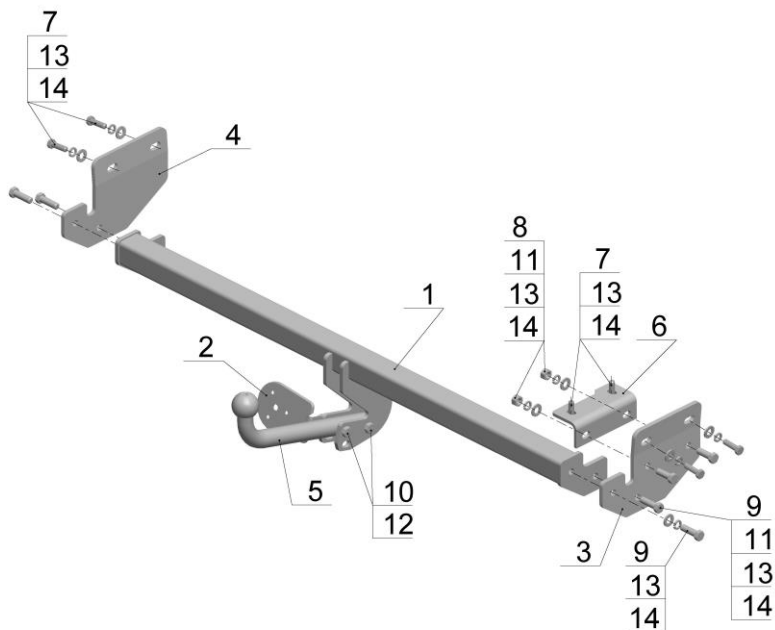

Рис.1.
- Установить ТСУ (рис.1) на автомобиль, используя крепежные элементы (поз.9,11,15,16), при необходимости снять глушитель с крепления;